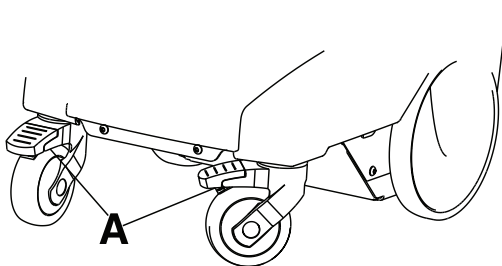

Рисунок 12-6: Стопоры колес
Чтобы привести в действие стопоры колес, нажмите (A) (Рисунок 12-6 на странице 12-25) на рычаг ногой.
Чтобы отпустить стопоры колес, переместите (A) (Рисунок 12-6 на странице 12-25) рычаг ногой вверх.